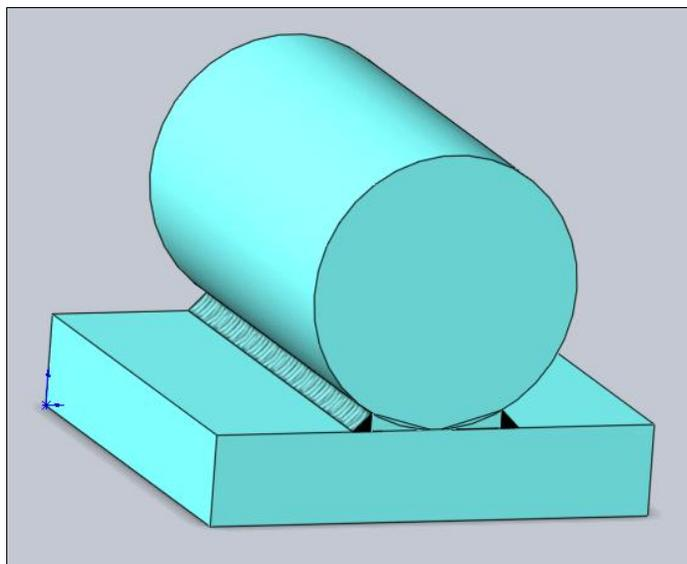

Рис. 5.74
8. Появится скругленный сварной шов. Теперь примените команду создания скругленного сварного шва для второй стороны цилиндра. В итоге вы должны получить готовую деталь со сварным скругленным швом, показанную на рис. 5.74.